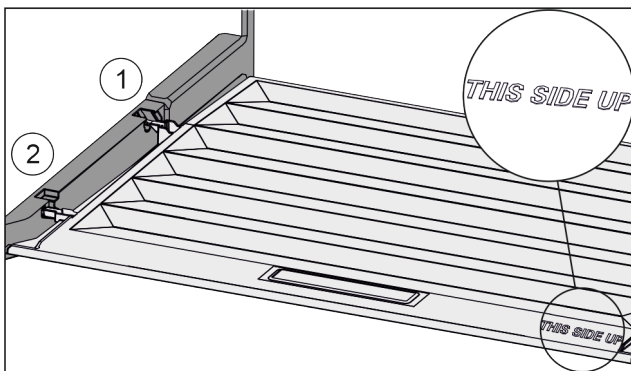

Fig. 100
- ▶ Deckelstege über Öffnung der hinteren Halterung Fig. 100 (1) einführen und vorne in Halterung Fig. 100 (2) einrasten.